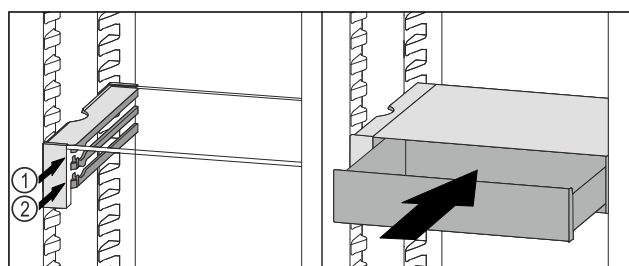

Fig. 112
- ▶ Поставете чекмеджето на VarioSafe зад ограничителите върху желаното ребро Fig. 112 (1) или Fig. 112 (2).